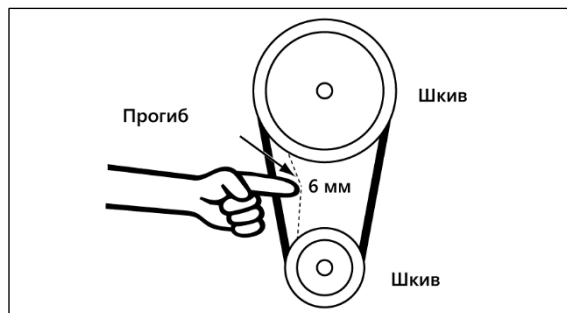

Рисунок 54.
- Опустите электродвигатель и настройте натяжение ремня так, чтобы при нажатии на ремень по середине со средним усилием, он прогибался примерно на 6 мм (рис. 54).